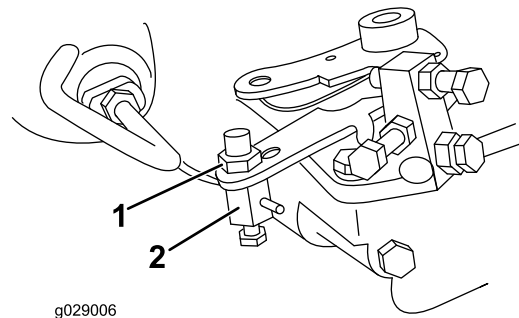

Bild 6
- Entfernen Sie die Mutter, mit der die Gaszug-Drehkupplung am Geschwindigkeitshebel befestigt ist (Bild 6).